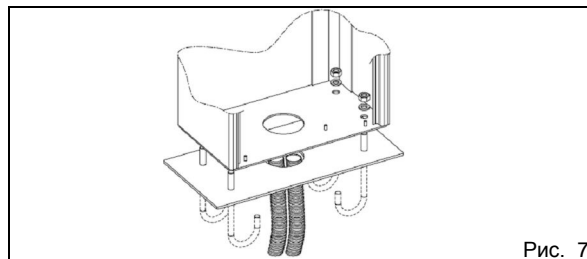

Рис. 7
- Закрепить стойку на фундаментной плите 4-мя гайками из комплекта поставки согласно рис. 7.